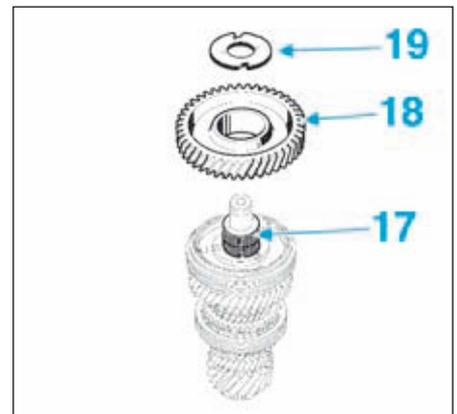

FIG.33
- Poser la cage à aiguilles (17) (Fig.33).
- Reposer le pignon fou de 1° (18) puis la rondelle cannelée (19).